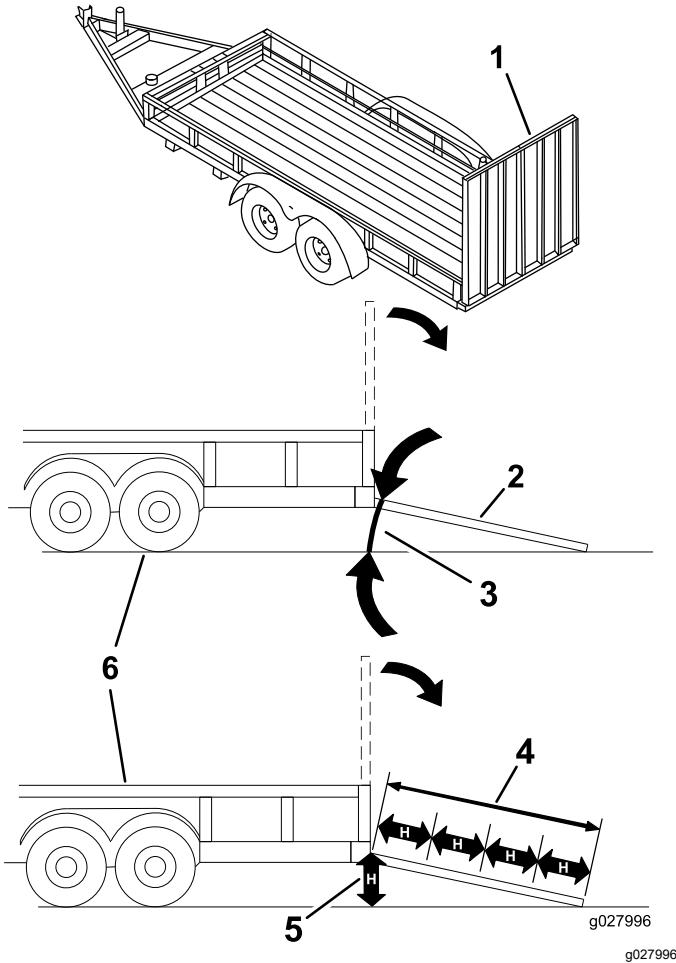

Bild 32
**Das Laden einer Maschine auf einen Anhänger oder einen Lastwagen erhöht die Umkippgefahr und könnte schwere oder tödliche Verletzungen verursachen (Bild 32).**
3. Senken Sie die Rampe ab und stellen Sie sicher, dass der Winkel zwischen der Rampe und dem Boden höchstens 15 Grad beträgt (Bild 32).
1. Senken Sie die Rampe ab und stellen Sie sicher, dass der Winkel zwischen der Rampe und dem Boden höchstens 15 Grad beträgt (Bild 32).